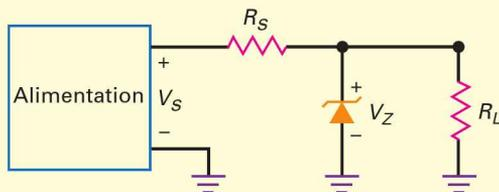

Figure 5.12
La diode Zener de la figure 5.12 a une tension de claquage égale à 10 V et une résistance Zener valant $8,5 \Omega$. Calculez, à l'aide de la deuxième approximation, la tension sur la charge quand le courant Zener vaut 20 mA.
5.7 Avez-vous compris ? Utiliser la deuxième approximation pour calculer la tension sur la charge à la figure 5.12 lorsque $I_Z = 12 \text{ mA}$.
D'après la figure 5.12, $R_S = 270 \Omega$, $R_Z = 8,5 \Omega$ et $V_{R(in)} = 2 \text{ V}$. Quelle est la valeur approximative de l'ondulation sur la charge ?
5.8 Avez-vous compris ? Sur la figure 5.12, quelle est approximativement la valeur de l'ondulation si $V_{R(in)} = 3 \text{ V}$?